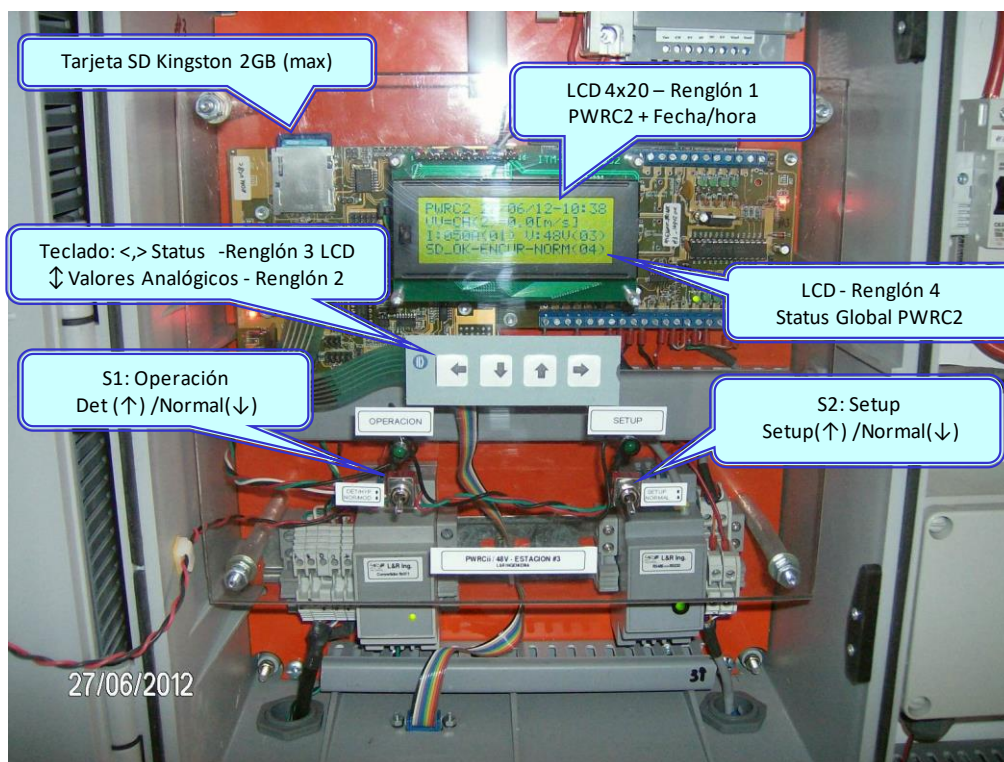
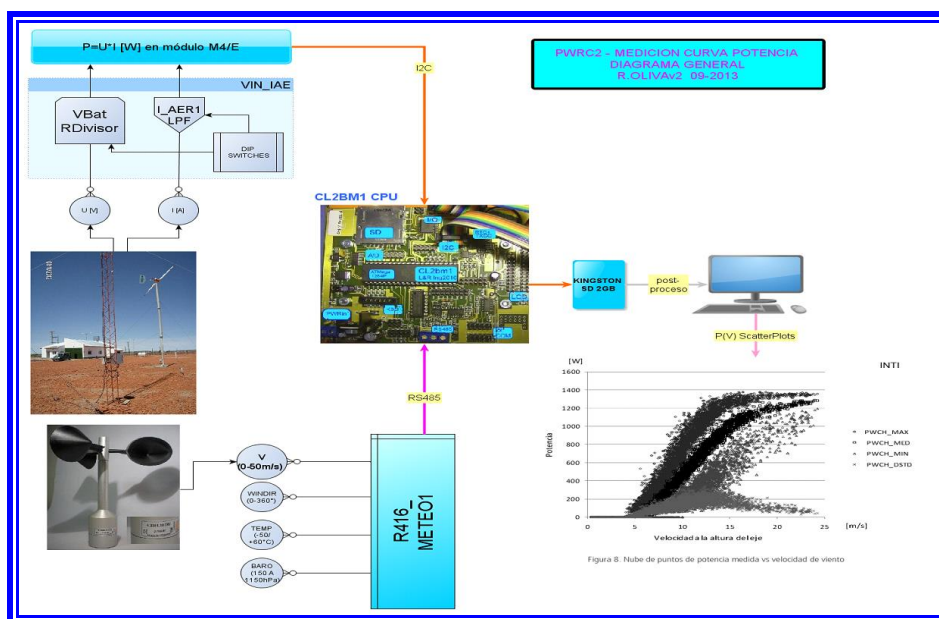

Figura 1 – Sistema PWRC2 unidad #3, configurada para 48V/50A (Cutral-Co – Neuquén)
Figura 3 – Principio de operación del Sistema PWRC2/BattChg para ensayo de curvas de potencia en pequeños aerocargadores
Los equipos tienen una interfaz de usuario sencilla vía LCD, un teclado táctil de 4 contactos y dos llaves de operación, a través del cual pueden ajustarse la mayoría de las funciones. Las llaves de operación ubicadas en el panel frontal (S1 - Operación y S2 - Setup) permiten seleccionar los modos básicos de operación (Figura 1). A través de un cable serie o USB, se puede conectar a una PC para modificar parámetros especiales o de calibración (modo Setup), utilizando un aplicativo especial o un programa tipo terminal estándar (Hyperterminal o simil.)1. Hacia la izquierda y arriba de dicho panel frontal, se encuentra el zócalo para la tarjeta SD Kingston de 2GB que sirve como unidad de almacenamiento para los archivos de la prueba.
Los equipos PWRC2 facilitan la aplicación de la norma indicada, y se basan en la adquisición simultánea de variables del aerogenerador (para determinación de la potencia) y variables meteorológicas desde una torre de medición ubicada de modo de capturar el viento incidente sobre la turbina a la altura del rotor (Figura 3).
V.1.c) Estado de las llaves del panel frontal S2,S1 Las llaves S2, S1 se observaron en la Figura 1 y en Figura 3, y determinan lo siguiente:
Esta variable Global\_Status (Se muestra permanentemente en el renglón 4 del LCD, ver Figura 1) es la que controla la evolución futura del programa. Se computa como una suma con pesos: